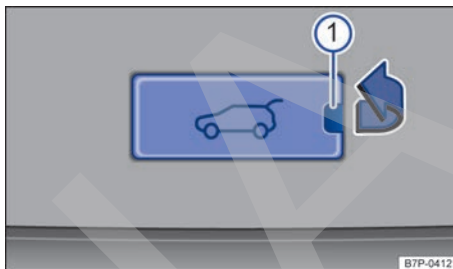

Fig. 90 En el maletero: tapa del desbloqueo de emergencia del portón.
- Retire la tapa de la zona inferior del guarnecido interior del portón en el sentido de la flecha → fig. 90. Para ello, introduzca un objeto adecuado, p. ej., un destornillador fino, en el rebaje ① de la tapa.